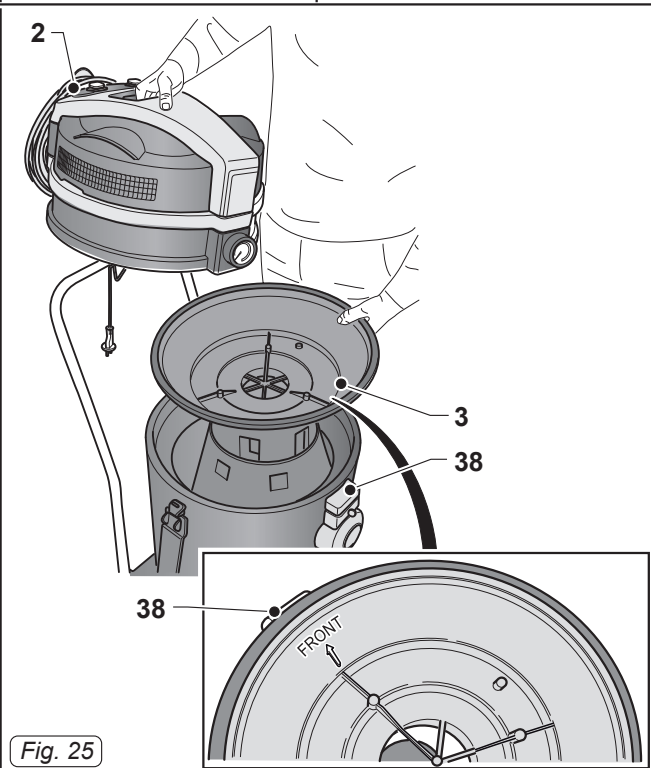

Fig. 25
- Montar el soporte del flotador (3 Fig. 25) con la flecha “**FRONT**” alineada con la parte delantera de la máquina (38 Fig. 25); luego, montar la tapa (2 Fig. 25) y bloquearla mediante las palancas (1 Fig. 1).